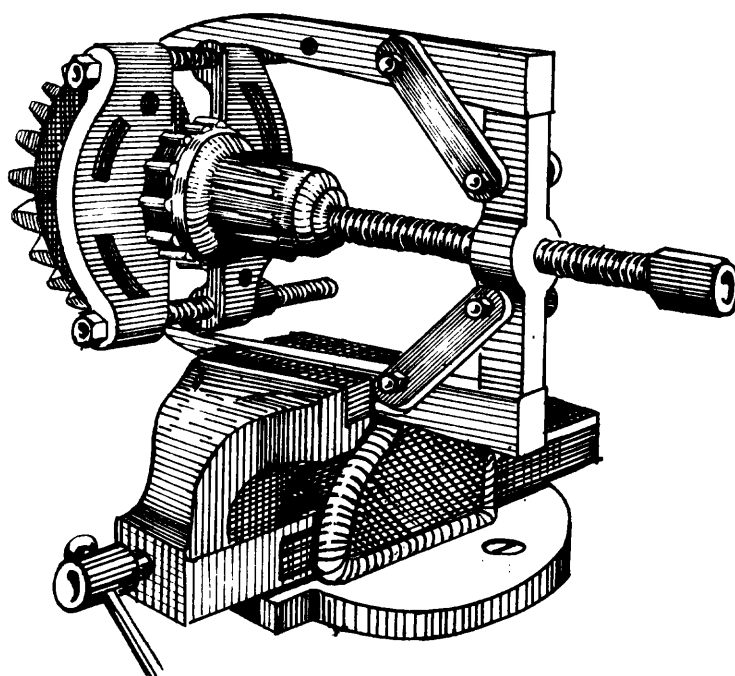

Fig. 3
- b) usando un saca-rodamientos (fig. 3), principalmente en el caso de piezas que no pueden ser llevadas a la prensa.